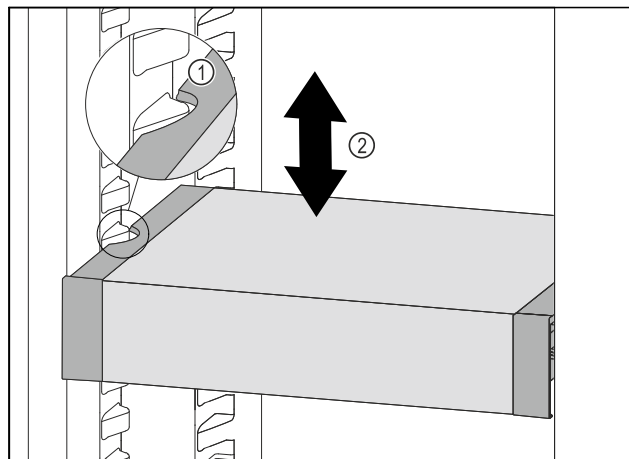

Fig. 200
- ▶ Táhněte VarioSafe dopředu, dokud nebudou boční vybrání VarioSafe na úrovni žebrování na nádoby v chladničce. Fig. 200 (1)
- ▶ Posouvejte VarioSafe v chladničce nahoru nebo dolů, dokud nedosáhnete požadované výšky. Fig. 200 (2)